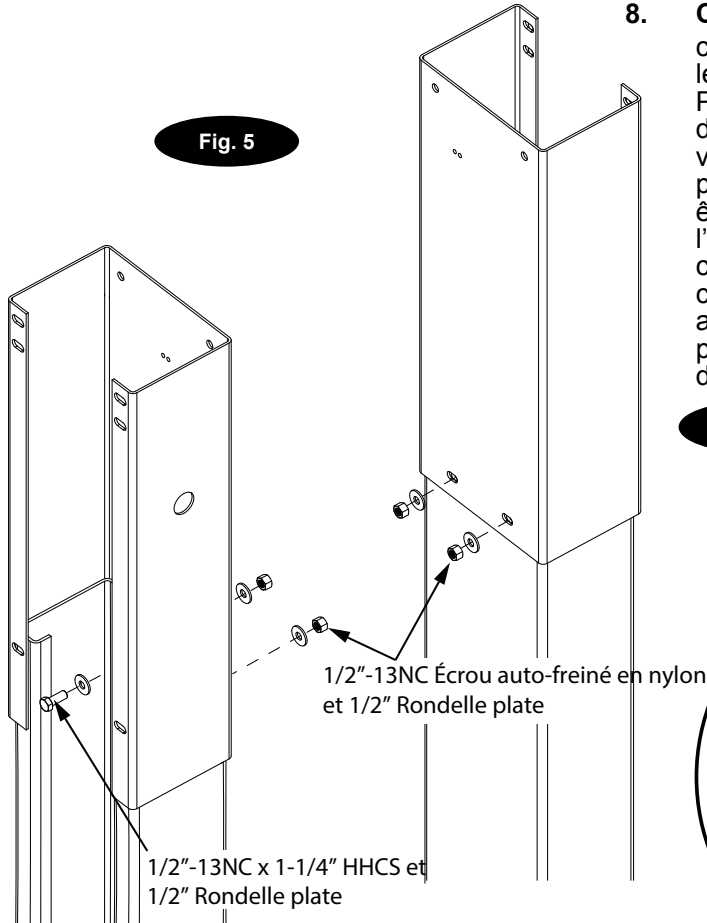

**Fig. 4**
**4. Raccord en T de l'unité de puissance :** Lorsque la colonne est encore posée au sol, pousser le chariot de l'élévateur aussi haut que possible pour installer le raccord en T de l'unité de puissance. Une fois que le chariot est levé, installer le raccord en T de l'unité de puissance et les tuyaux de la colonne (fig. 4).